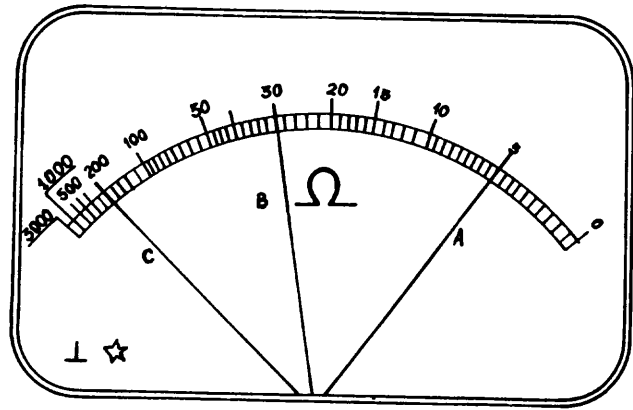

Fig.4
Los ohmímetros, a diferencia de los voltímetros y amperímetros, tienen el cero de su escala a la derecha (fig.4) y a su izquierda el signo ∞ (infinito) que corresponde a una resistencia superior a la de la escala seleccionada en el instrumento.
Ejemplo: (fig.4), la aguja indica en (A) 5 ohmios; en (B) 30 ohmios y en (C) 200 ohmios; si el conmutador se encuentra en la posición $R \times 10$, las lecturas anteriores se deben multiplicar por 10 y serán respectivamente: 50 ohmios, 300 ohmios y 2000 ohmios.